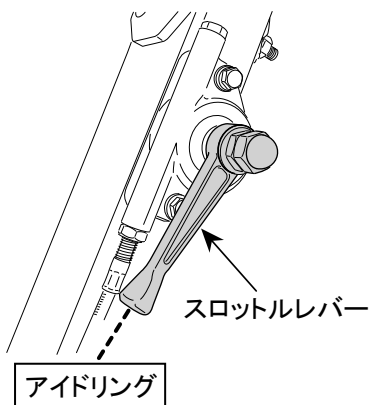

図 11
3. スロットルレバーをアイドリング位置にします。(図11)